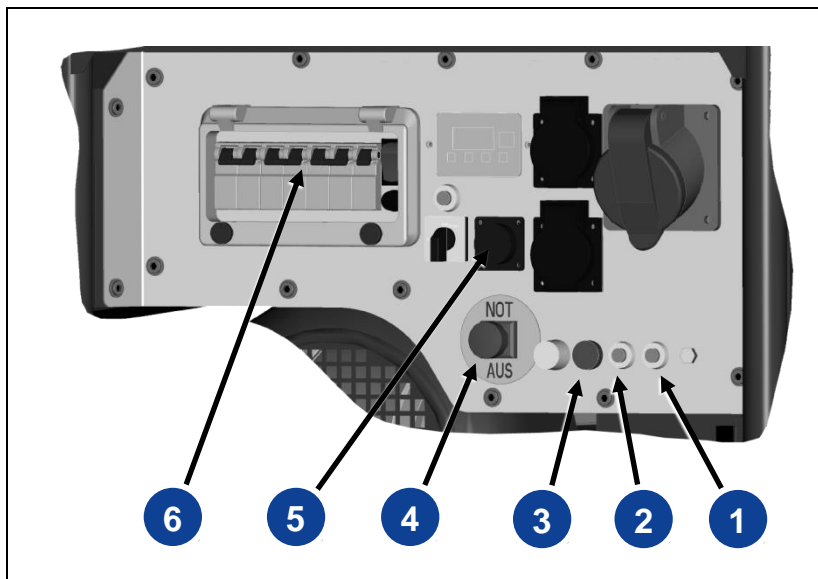

Abb. 5-2: Isolationsüberwachung
7. Drücken Sie den Testknopf (Abb. 5-2-(1))
- ✓ Die Lampe (Abb. 5-2-(3)) und die Position des Leitungsschutzschalters (Abb. 5-2-(6)) zeigen das Ergebnis an:
- 1. Nach der Überprüfung muss der Reset-Taster (*siehe Abb. 5-2-(2)*) gedrückt und der Leitungsschutzschalter in Pos. 1 gebracht werden um das Gerät wieder zu betreiben.
- ✓ Die Lampe (*siehe Abb. 5-2-(3)*) und die Position des Leitungsschutzschalters zeigen das Ergebnis an:
- 2. Nach dem Abschalten des Verbrauchers und dem Trennen der Steckerverbindung muss der Reset-Taster (*siehe Abb. 5-2-(2)*) gedrückt und der Leitungsschutzschalter in Pos. 1 gebracht werden, um das Gerät wieder zu betreiben.